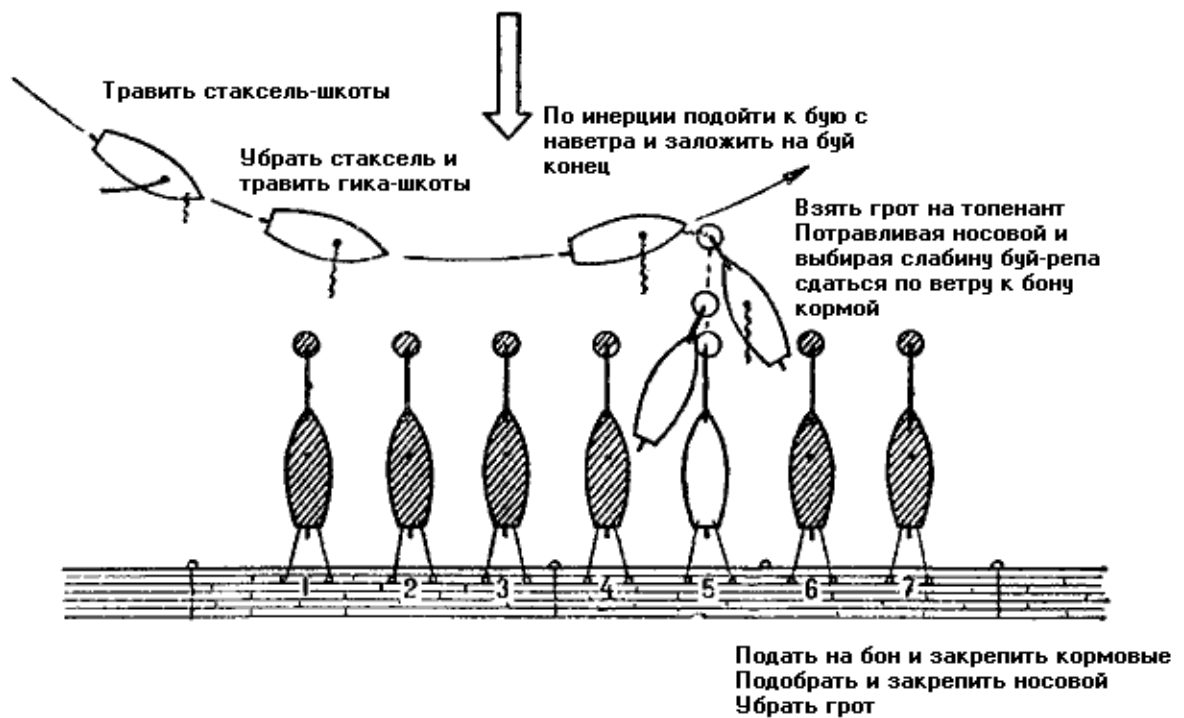

Рис. 126. Как встать на свое место с постановкой на буй (или с отдачей якоря) при навальном ветре
**Полными курсами** (бакштаг и фордевинд) подходят к причалу только в исключительных случаях, заранее убирая грот и только под передними парусами. В последний момент убирают их с таким расчетом, чтобы до минимума уменьшить ход. При свежем ветре к причалу подходят под рангоутом или с плавучим якорем, отданным с кормы. Если надо при навальном ветре подойти к причалу кормой с постановкой на бочку (буй), следует действовать как показано на **рис. 126**. Если буя или бочки нет, в нужном месте отдается якорь.